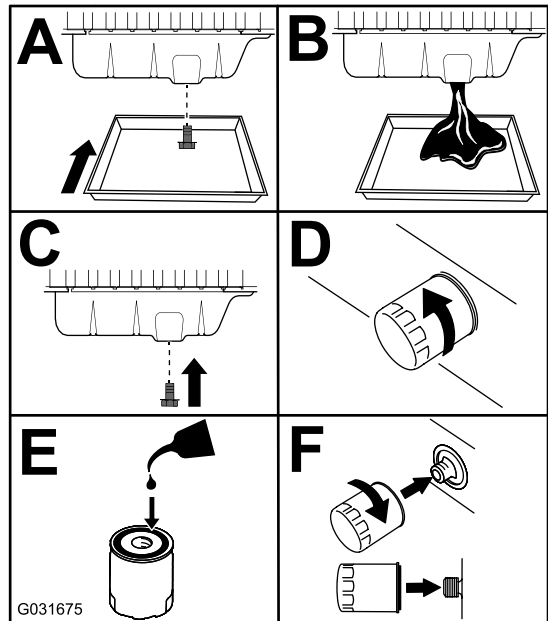

Figura 89
3. Substitua o filtro e o óleo do motor (Figura 89).